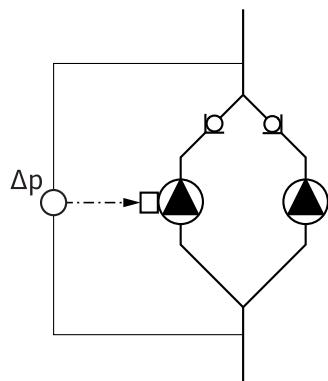

Fig. 18: Exempel, anslutning differenstrycksgivare
- I exemplet i Fig. 18 är masterpumpen den vänstra pumpen i flödesriktningen. På den pumpen ansluts differenstrycksgivaren.
- Mätpunkterna på masterpumpens differenstrycksgivare måste ligga i samlingsröret på sug- och trycksidan på twillingpumpenläggningen (Fig. 18).